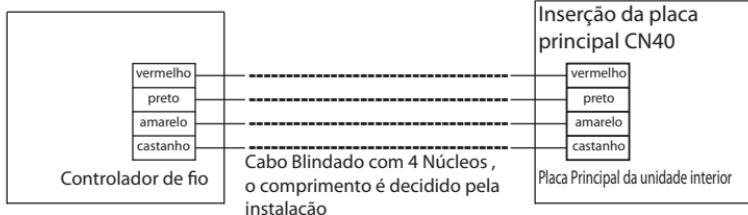

Fig. 3-2
13. Ligue o fio da placa do controlador principal (veja Fig. 3-2).